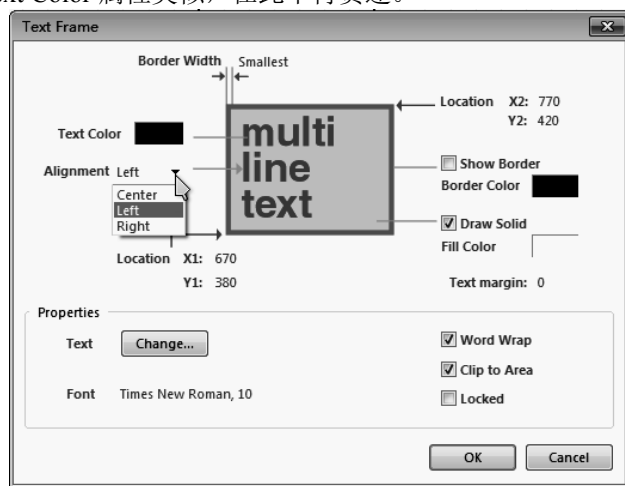

图 4-2-38 设置对齐方式下拉菜单
- (1) Border Width 属性。该属性用于设置文本框的边框线条的粗细，系统默认是 Smallest（最细）。该属性的设置方法与 4.2.1 节 PolyLine 对话框中的 Line Width 属性类似，在此不再赘述。
- (2) Text Color 属性。该属性确定了标注文本的颜色，系统默认的标注文本颜色为 3 号颜色。该属性的设置方法与 4.2.1 节 PolyLine 对话框中 Color 属性类似，在此不再赘述。
(3) Alignment 属性。该属性确定了标注文本的对齐方式。单击 Alignment 属性中的 Left, 则会弹出设置对齐方式下拉菜单, 如图 4-2-38 所示。对齐方式共有三种, 分别是 Left (左对齐)、Center (居中对齐) 和 Right (右对齐)。系统默认的对齐方式是 Left。
(4) Location 属性。该属性确定了多行标注文本框的位置。多行标注文本框的位置由矩形文本框的两个顶点坐标确定, 这两个顶点分别是左下顶点和右上顶点, 左下顶点的坐标为 (X1,Y1), 右上顶点的坐标为 (X2,Y2)。这两组坐标可以手动修改。
(5) Show Border 复选框。如果选中 Show Border 复选框, 则原理图上的多行标注文本框会显示边框线; 若不选中该项, 则会显示为无边框。
(6) Border Color 属性。该属性确定了文本边框的颜色。系统默认的边框颜色为 3 号颜色。该属性的设置方法与 Text Color 属性类似, 在此不再赘述。